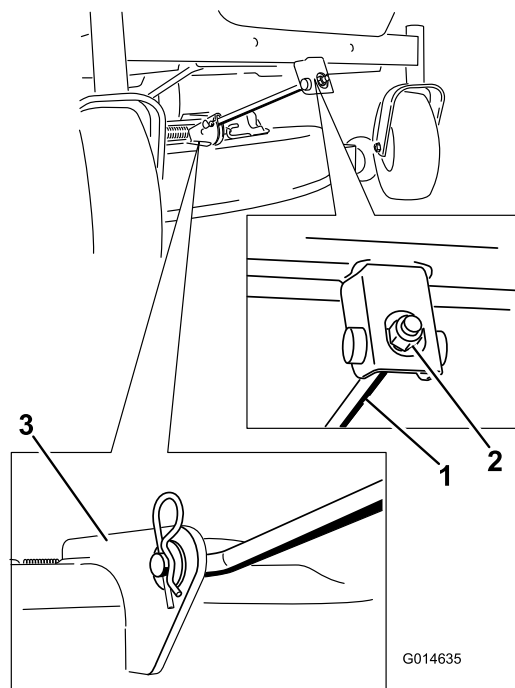

Figure 61
- Retirez la goupille fendue de la tige de support avant et déposez la tige du support de tablier (Figure 61).
6. Fixez la tige de support avant au tablier de coupe à l'aide de l'axe de chape et de la goupille fendue (Figure 61).